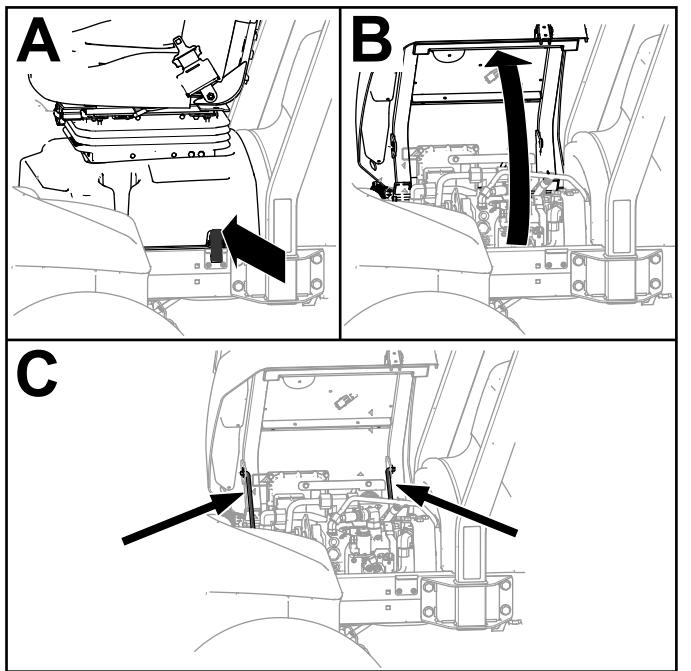

Рисунок 39
- Разблокируйте основание сиденья (вид А на Рисунок 39).
- Наклоните сиденье и основание в открытое положение (вид В на Рисунок 39).
- Зафиксируйте его опорными стойками (вид С на Рисунок 39).